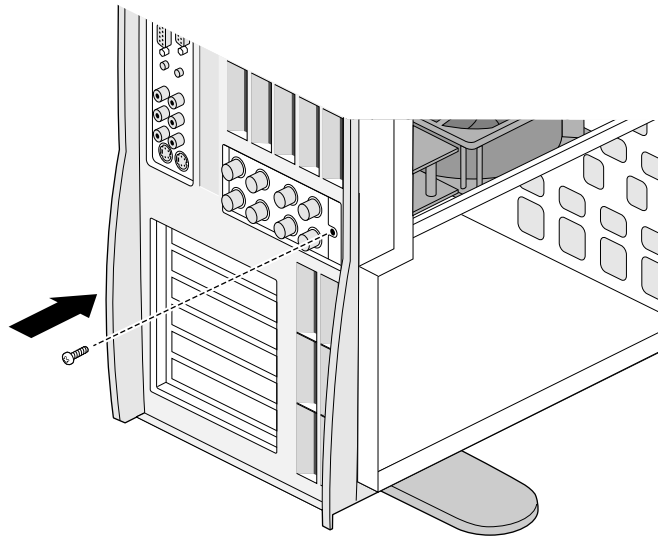

Abbildung 5-19 Einsetzen der Silicon Graphics SD1100-Schraube
13. Setzen Sie von der Rückseite des Systems die Schraube, die die Silicon Graphics SD1100-Karte am Gehäuse fixiert, ein und ziehen Sie diese fest. Verwenden Sie dazu dieselbe Schraube, die Sie zuvor von der Abdeckblende des Silicon Graphics SD1100-Ein- und Ausgangs entfernt haben. Siehe Abbildung 5-19.